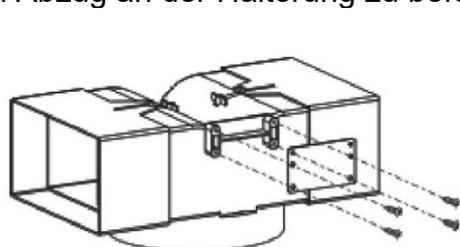

Abb. 1
1. Montieren Sie die Halterung mit 4 Stück ST3*12 mm-Schrauben am T-förmigen Kunststoffauslass, wie in Bild 1 gezeigt. Bringen Sie dann den angepassten Kanaladapter auf beiden Seiten des Auslasses an. Stellen Sie den Kanaladapter auf den gewünschten Abstand ein, achten Sie darauf, dass die linke und rechte Seite symmetrisch sind, und befestigen Sie ihn mit 2 ST3*12 mm Schrauben.